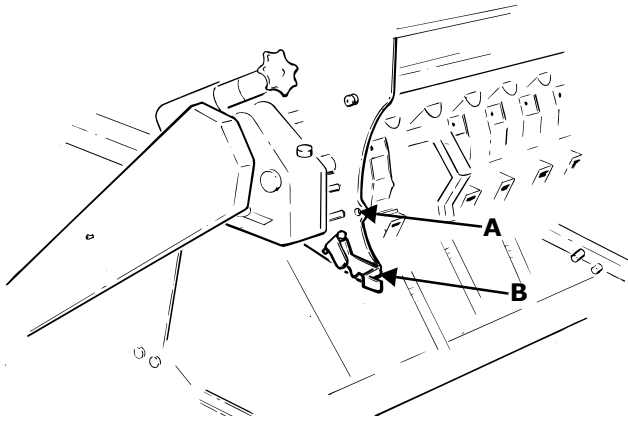

Figure 1.19
- 4 Nastavte klapky na zkušební chod do polohy A, “Figure 1.19”. UPOZORNĚNÍ! Na obou stranách stroje jsou páky.